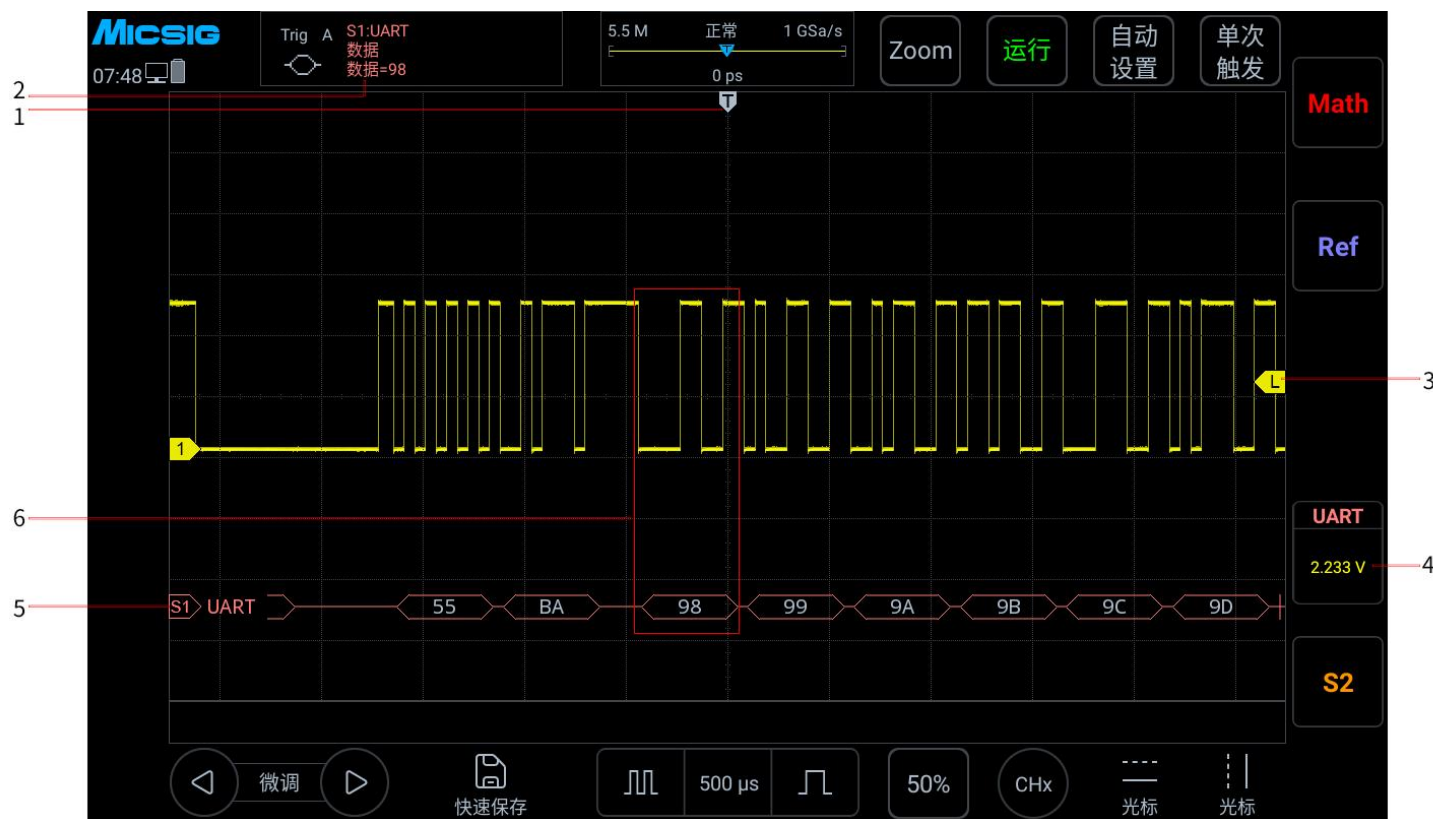

图 14-8 UART 图形界面
- (1) 轻点 S1 打开解码通道, 向左轻扫 S1 打开总线配置菜单;
- (2) 选择总线类型为“UART”, 依次点选“Ch1”, “空闲高”, “校验无”, “8bit”, “19.2kb/s”, 显示“十六进制”, 然后关闭菜单;
- (3) 打开触发方式设置菜单, 点选“数据”, 条件设为“=”, 数据内容手动输入 98, 按“enter”确定;
- (4) 根据信号的幅值电平调节阈值电平使信号稳定触发。UART 触发图形界面见图 14-8: